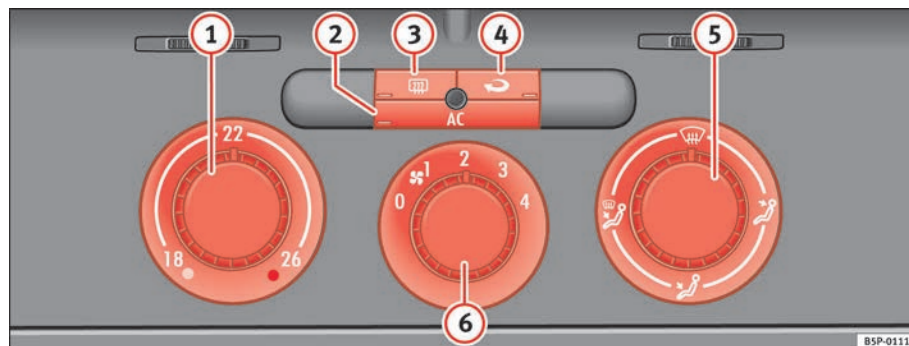

Fig. 129 Sulla plancia portastrumenti: i comandi del Climatic
- Le manopole ⇒ fig. 129 ① e ⑤ e la manopola ⑥ servono rispettivamente a impostare la temperatura desiderata, a indirizzare il flusso d'aria e a selezionare il livello di potenza della ventola.
- Per attivare o disattivare una funzione bisogna premere il tasto corrispondente ②, ③ o ④. Quando la funzione è attiva, la spia situata nell'angolo in basso del tasto si illumina.
- ① Manopola di regolazione della temperatura ⇒ pag. 159
- ② Tasto **AC** - Accensione e spegnimento del climatizzatore ⇒ pag. 159
- ③ Tasto - Lunotto termico. Questa funzione si spegne automaticamente dopo circa 20 minuti. Se si desidera spegnerlo prima bisogna premere il tasto relativo.
- ④ Tasto - Funzione di ricircolo ⇒ pag. 161
- ⑤ Manopola di regolazione della ripartizione del flusso d'aria ⇒ pag. 159
- ⑥ Comando del ventilatore. Il volume del flusso d'aria è regolabile su quattro livelli. Quando si viaggia a basse velocità, si consiglia di tenere sempre acceso il ventilatore al livello più basso.
- Accendere il climatizzatore con il tasto $\Rightarrow$ pag. 158, fig. 129 .